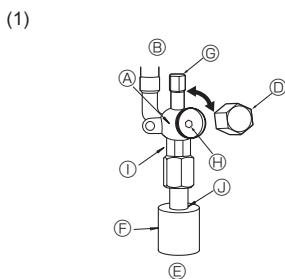

Fig. 4-6
- (1) Lado do Gás/Líquido do ZM35-71 (Fig. 4-6)
- ① Retire a tampa e rode a válvula para a esquerda o máximo que puder com uma chave sextavada de 4 mm. Pare de rodar quando esta alcançar o batente. (ø9,52: Aproximadamente 10 rotações)
- ② Certifique-se de que a válvula de paragem esteja completamente aberta, empurre a alavanca e gire a cápsula de volta à sua posição original.